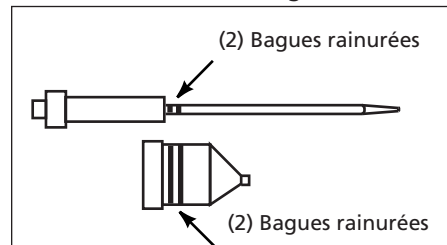

Fig. 4 - Nécessaire d'aiguille pour matériel épais
4. L'aiguille et l'embout pour matériel épais ont 2 rainures circulaires, comme montré à la figure 4.